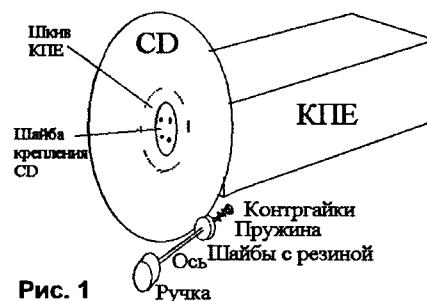

Рис. 1
Обратимся к рис.1, на котором представлен верньер в сборе. Было время, когда "днем с огнем" нельзя было найти подходящий диск под шкалу. Изготавливаемые самостоятельно выглядели уж очень неказисто. Теперь подшкальник, а также большой шкив верньерного устройства можно найти повсюду — это обычный компакт-диск (CD). Диски прессуются из пластмассы, которая не очень хорошо переносит большие деформации и легко повреждается при контакте с твердыми и острыми предметами. Отсюда требование — крепить диск так, чтобы не возникали деформации, и вращать его мягко, с помощью обрезиненного шкива